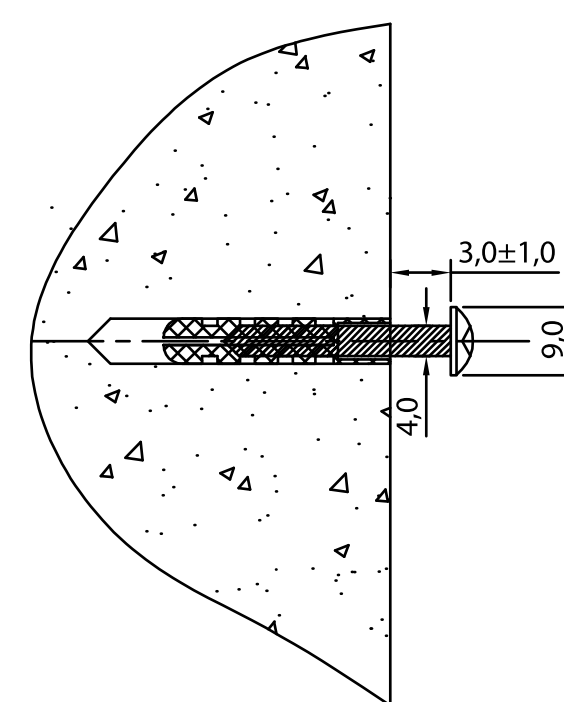

Рис. 2
6. Разметьте места отверстий под анкерные болты, просверлите отверстия Ø6 мм согласно разметке (рис. 2).
10. Установите два анкерных болта, закрутите болты в соответствии с разметкой рис. 2.